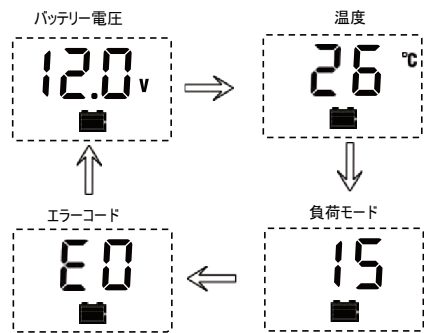

図1
1. 図1はモデル HP2410 および HP2420 用です。